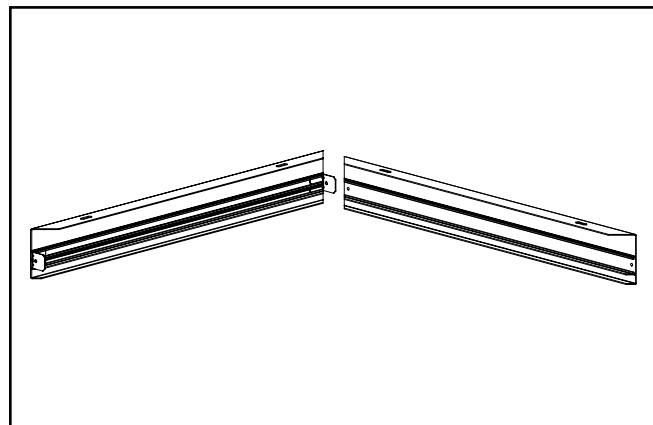

Figura 2.
- Deslice el marco adyacente en su lugar para que los orificios de separación se alineen con los del soporte en L. (Figura 2.)